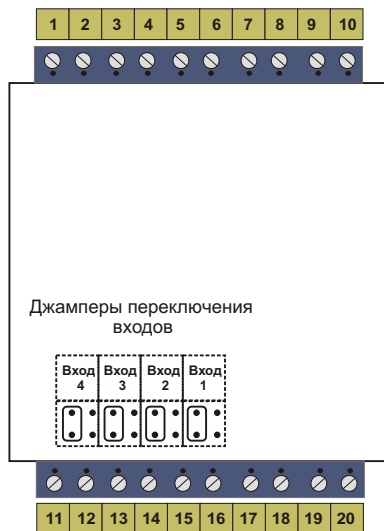

Рисунок 2
10.1 При подключении унифицированных датчиков необходимо определенным образом установить джамперы на плате, находящиеся в левой нижней ее части (Рис. 2).